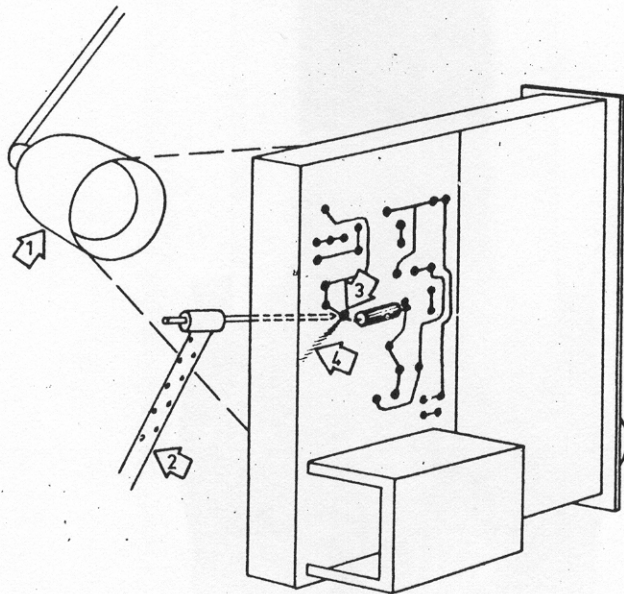

Fig.1
Zet het chassis neer, zoals aangegeven is op fig. 1. De lamp (1) wordt nu zodanig opgesteld, dat het licht op het te repareren gedeelte valt. Kijkt men nu aan de bovenzijde, dus op de diverse onderdelen, dan kunnen we aan deze zijde tevens de gedrukte bedrading zien lopen.